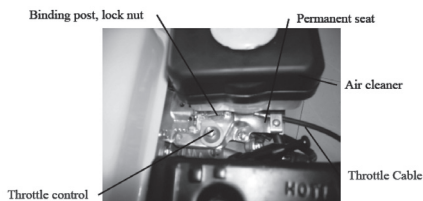

Fig. 2
2.2 Ajuste do cabo do acelerador de óleo (Fig. 2)